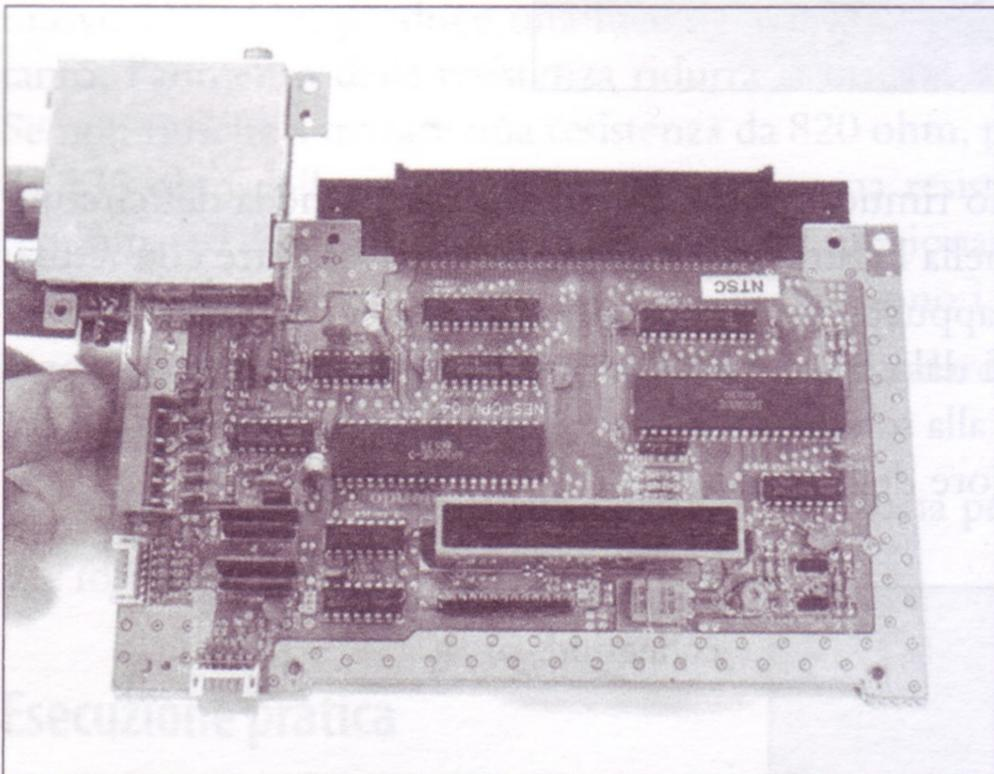

Figura 6.21 La scheda dei circuiti rimossa dalla console.
5. La scheda dei circuiti dovrebbe essere libera dal resto della console e dovrebbe presentarsi come nella Figura 6.21. A questo punto lo smontaggio è completo e possiamo continuare con la modifica.
- collegate i tre connettori alla scheda dei circuiti principale, fate attenzione che i connettori Controller I e Controller II vengano inseriti nei cappucci corretti (se la scheda è orientata come nella Figura 6.21, Controller I è il connettore sul fondo della scheda, indicato da “P4 I” sulla serigrafia, mentre Controller II è sulla sinistra, sotto il connettore del pulsante, indicato da “P5 II” sulla serigrafia). Capovolgete nuovamente la scheda per riportarla in posizione normale e collocatela sui supporti di montaggio del guscio inferiore della console, accertandovi che non sia rimasto impigliato alcun filo.
- Ora potete iniziare a rimontare NES rimettendo al proprio posto lo schermo RF e ricollegando i tre connettori alla scheda dei circuiti principale. Quando eseguite questa operazione, fate attenzione che i connettori Controller I e Controller II vengano inseriti nei cappucci corretti (se la scheda è orientata come nella Figura 6.21, Controller I è il connettore sul fondo della scheda, indicato da P4 I sulla serigrafia, mentre Controller II è il connettore sulla sinistra della